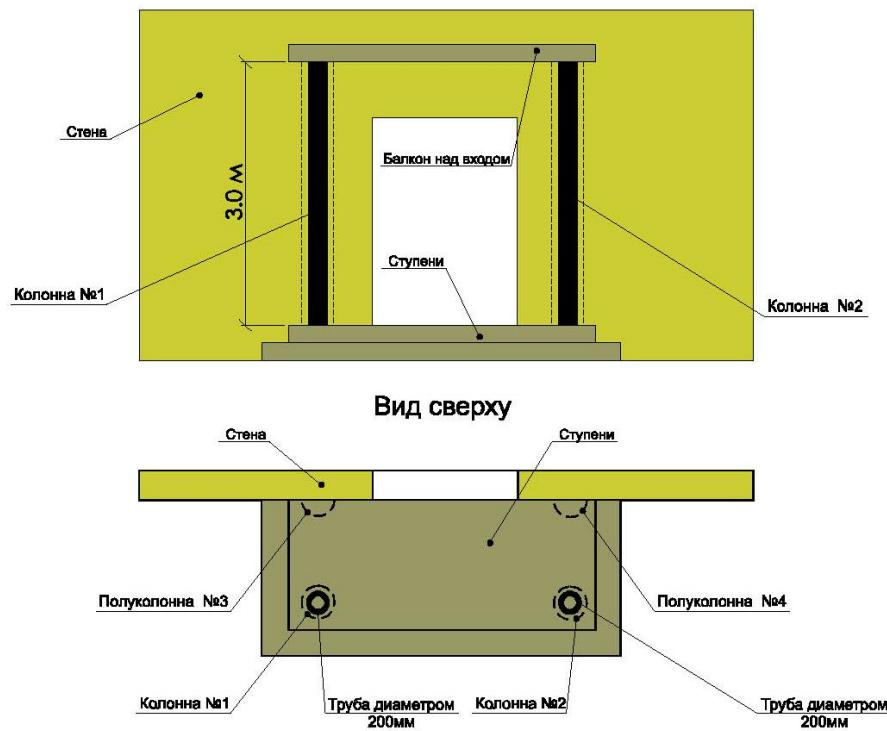

Рис. 1. Входная группа дома.
**Исходные данные:** Необходимо заказать 2 колонны и 2 полуколонны на входную группу дома (рис. 1. Входная группа дома). Колонны N1, N2 и полуколонны N3, N4 одного и того же типа.